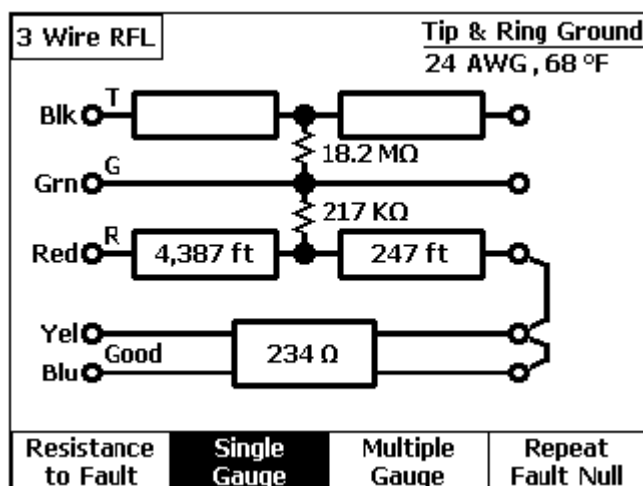

Рисунок 4-20. Результаты теста сопротивления для трех проводников: расстояния
- б) Нажмите кнопку  (**Distance to Fault**), и на экран будут выведены расстояния до точки сбоя и до точки срачивания (см., например, Рисунок 4-20).